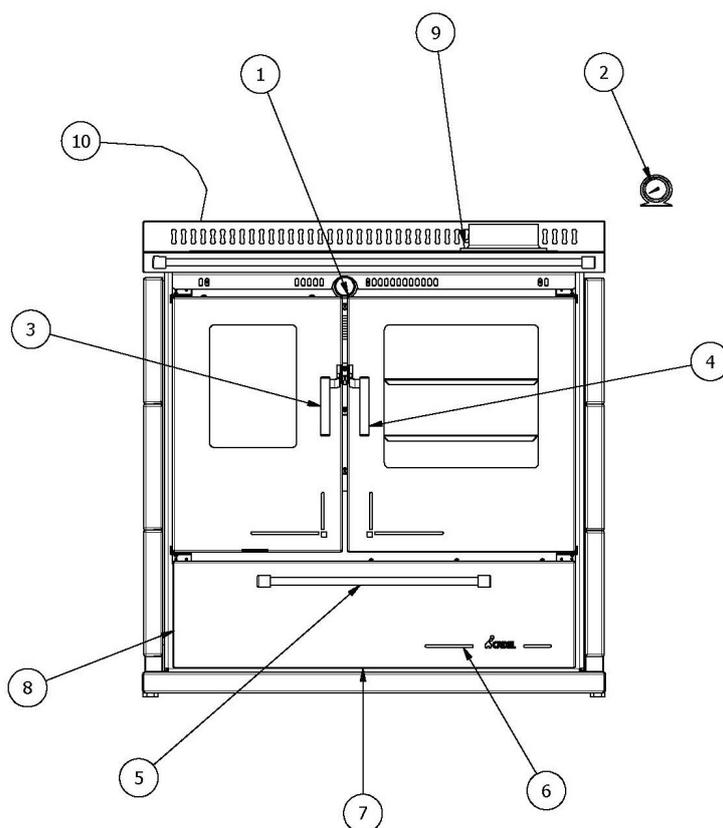

Fig. 26 - Position des commandes
LÉGENDE Fig. 26 à page 62
- Au-dessus du tiroir de ramassage des centres il y a une "rosette"(voir **Fig. 26 à page 62**) qui permet l'introduction de l'air supplémentaire secondaire utile à l'allumage ou bien de raviver le feu pour cuisiner (la température de l'eau ne doit pas dépasser 90°).